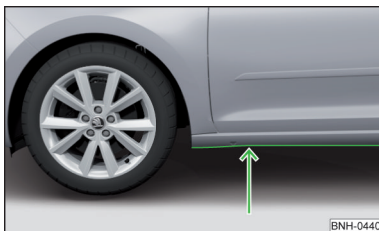

Fig. 199
- Determine la profundidad del agua antes de un vadeo. El nivel del agua debe llegar como máximo al borde inferior del larguero inferior » **fig. 199**.